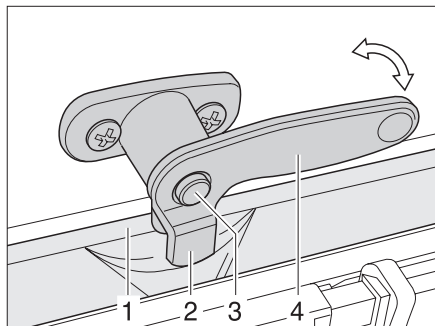

Fig. 27 Palanca de bloqueo con botón de seguridad en posición "Ventilación continua"
- ▶ Caso disponible, presionar y mantener presionado el botón de seguridad (Fig. 27,3).